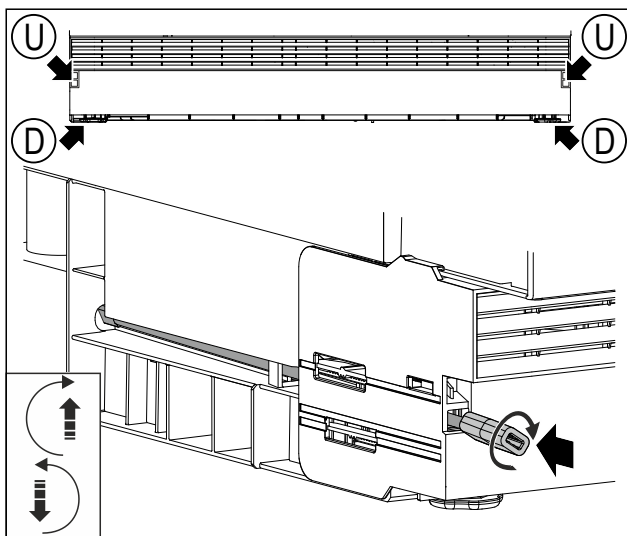

Fig. 46 Ilustrační zobrazení
- (U) Nastavení výšky vzadu (D) Nastavení výšky vpředu
- Tyč s adaptérem zasuněte do otvoru Fig. 46 (U).